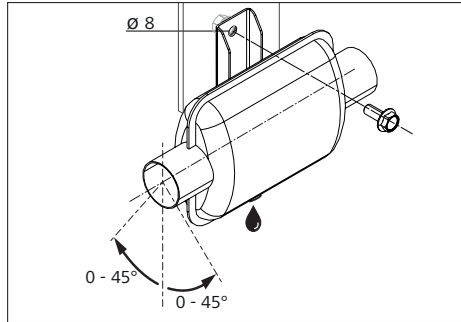

Abb. 22: Einbaulage Abgasschalldämpfer (in mm)
- ▶ Korrekte Einbaulage sicherstellen, siehe Abb. 22.